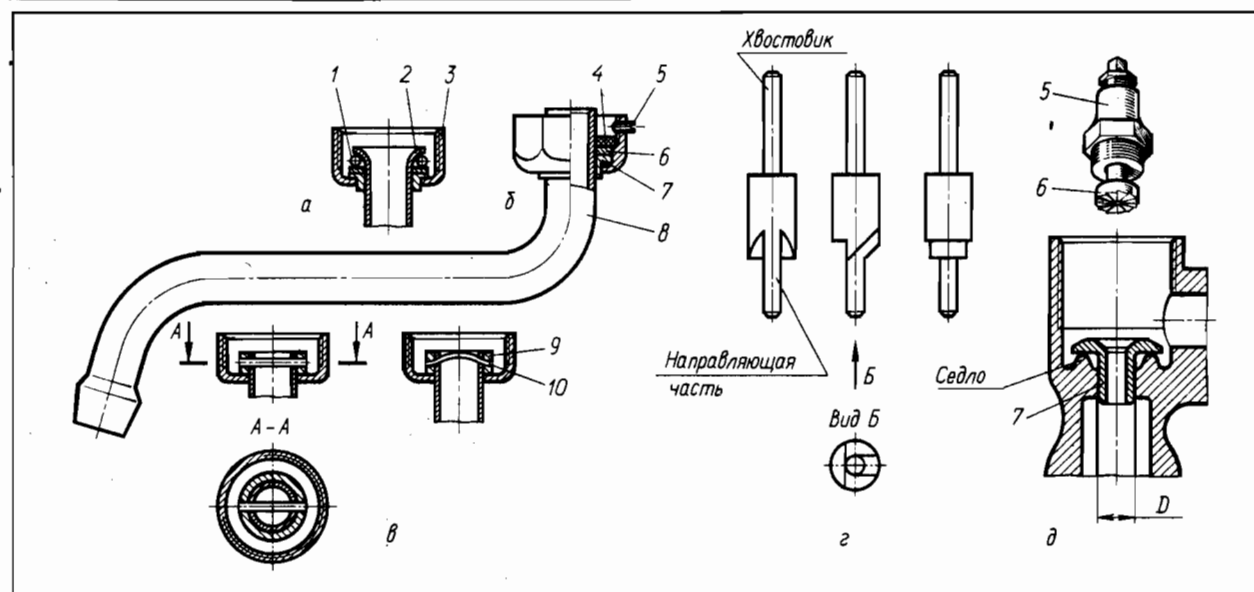

Рис. 20. Ремонт изливов:
почти равномерно соскребаем слой с вершины седла, находящийся выше канавки. Продолжаем это до тех пор, пока канавка не исчезнет. 3. Если глубина канавки 1 мм и более, то для ее уничтожения можно воспользоваться электродрелью и специальным сверлом (рис. 20, з). Такое сверло не продают в магазинах. Его вытачивают на токарном станке с последующей обработкой вручную и закалкой. Латунь, из которой изготовлена боковина, — совсем не мягкий материал и поэтому чем большей твердостью будут обладать кромки сверла, тем быстрее выведете канавку в седле. Для изготовления специального сверла необходимо использовать быстрорежущую сталь. Из нее можно изготовить лишь рабочую часть сверла, а хвостовик и направляющую часть — из любой стали.
4. Можно самостоятельно изготовить фрезу на базе корпуса 5 (рис. 20, д) вентильной головки. Из него выворачивают шток и вместо него вставляют безрезьбовой хвостовик фрезы 6. При возможности лучше внутреннюю резьбу корпуса сточить, чтобы хвостовик фрезы центри-
Если на накидной гайке 3 (рис. 20) есть стопорный винт 5, немного выкрутите его, отверните накидную гайку и снимите трубку 8. Для замены прокладки 4 подберите листовую резину средней твердости тол-
Надев на трубку 8 накладную гайку 3, кольцо 7, латунную шайбу 6, развальцуйте конец этой трубки (рис. 20, а). Развальцовывать конец можно на краю металлического массивного предмета, имеющего угол в 90°, например, тисков, верстака или кувал-
Поэтому следует стремиться закрепить кольцо в первоначальном положении штифтом. Он должен быть по длине больше, чем диаметр кольца, чтобы концы штифта можно было расклепать (рис. 20, в) или выгнуть середину штифта (рис. 20, в). Отверстия под штифт
При ремонте излива иногда можно заменить резиновую прокладку 4 (рис. 20, б)